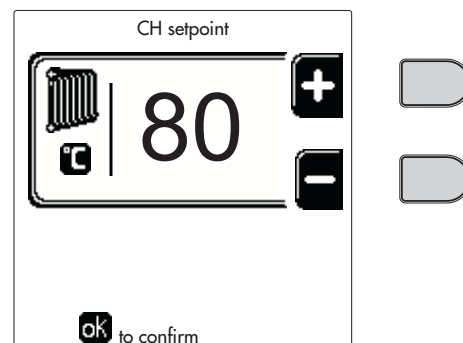
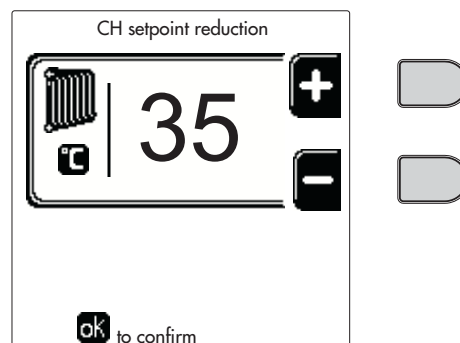
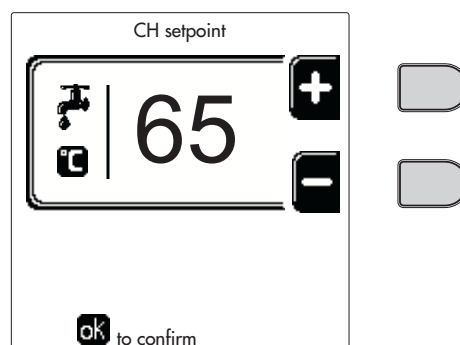
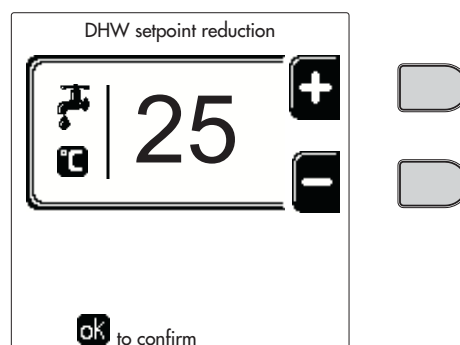

fig. 13
fig. 14
fig. 15
fig. 16
- **ON**. În caz de cerere Încălzire/Apă caldă menajeră, centrala funcționează la Temperatura de reglare Încălzire/Apă caldă menajeră (fig. 13/fig. 15) setată.
- **■**. În caz de cerere Încălzire/Apă caldă menajeră, centrala funcționează la Temperatura de reglare redusă. Temperatura Redusă se obține scăzând valoarea Temperaturii de reglare reducere (fig. 14/fig. 16) din Temperatura de reglare Încălzire/Apă caldă menajeră (fig. 13/fig. 15) setată.